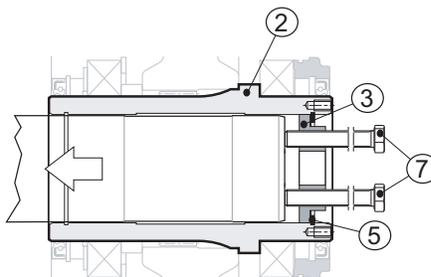

Fig. 14
Insérez dans les deux trous filetés sur le fond (pos. 3) n ° 2 vis (pos. 7), vissez-les jusqu'à ce qu'ils reposent sur l'arbre de la machine (pos. 1), puis continuez à les visser alternativement, en faisant au plus un tour à la fois (voir Fig. 14 (p. 25)).